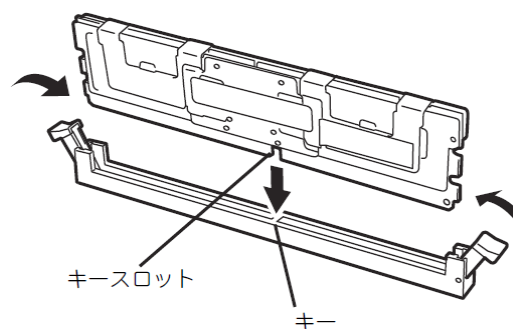

図2
- a. メモリカードには誤挿入防止用の切り欠きがありますので、コネクタの極性と切り欠きを同一方向に合わせます(図2参照)。
(図2参照)。